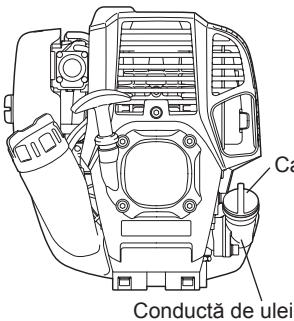
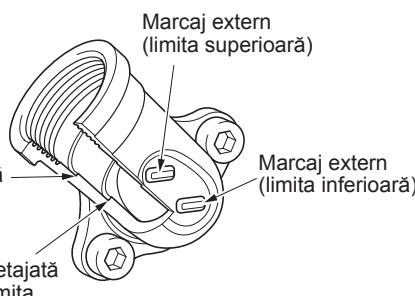

Fig. 1
Fig. 2 Conductă de ulei
- Setați nivelul motorului, scoateți capacul de ulei (Fig. 1) și verificați pentru a vedea dacă există sau nu ulei în intervalul dintre limita superioară și inferioară marcate pe conducta de ulei (Fig. 2).